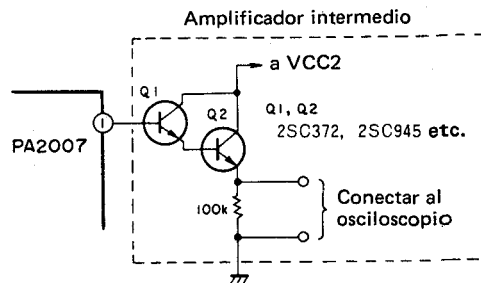

Fig. 11-3 Conexión del amplificador intermedio
5. Una vez aparece la forma de onda mostrada en la Fig. 11-4 en el osciloscopio, ajustar la ganancia del osciloscopio de modo que el pico de la forma de onda de diente de sierra está en la división 5. Luego, ajustar VR1 (33-1/3 rpm) a a:b = 2,7:2,3 como se muestra en la Fig. 11-3. (Tener cuidado porque el ruido se introduce con facilidad.)